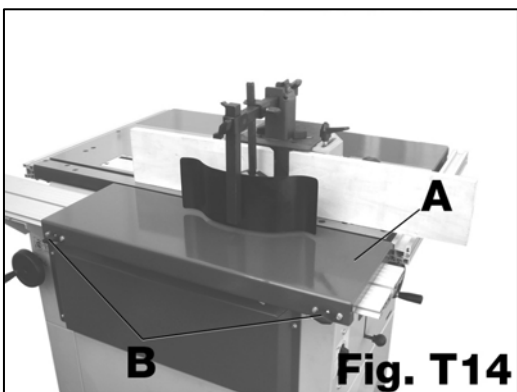

Fig. T14
Pour le travail des pièces en longueur, positionnez la tablette de toupillage (A) à la place du chariot et bloquez les 2 vis (B) contre le rail du chariot **Fig.T14**.